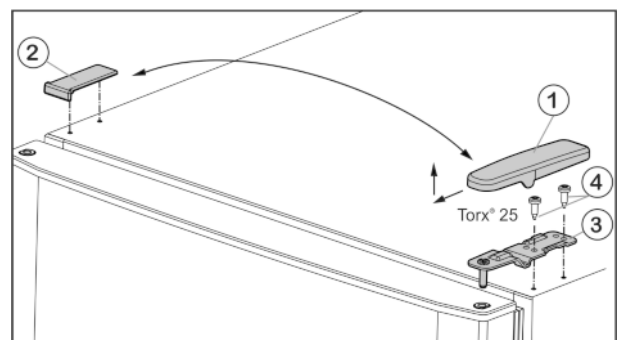

Fig. 6
- ▶ Потяните крышку Fig. 6 (1) вперед и вверх.
- ▶ Снимите крышку Fig. 6 (2).
- ▶ Открутите верхний опорный кронштейн *Fig. 6 (3)* (2 шт. Torx® 25) *Fig. 6 (4)* и поднимите вверх.
- ▶ Установите верхний опорный кронштейн *Fig. 6 (3)* на новой стороне шарнира и защелкните в дверце.
- ▶ Привинтите верхний опорный кронштейн (с моментом 4 Нм) (2 шт. Torx® 25) *Fig. 6 (4)*. При необходимости используйте аккумуляторный шурупверт.
- ▶ Наденьте и защелкните крышку *Fig. 6 (1)* на противоположной стороне снаружи.
- ▶ Также наденьте сверху и защелкните крышку *Fig. 6 (2)* на противоположной стороне.